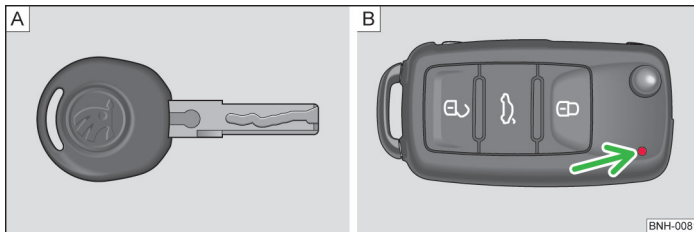
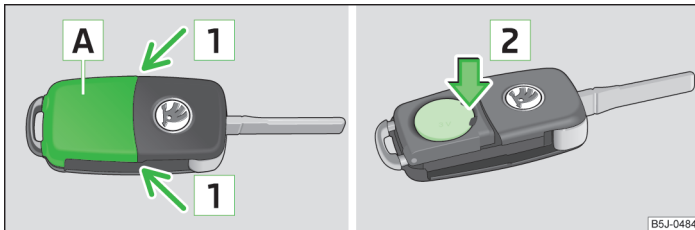

Abb. 8 Schlüssel: ohne Fernbedienung / mit Fernbedienung
Abb. 9 Funkschlüssel: Deckel abnehmen / Batterie herausnehmen
Mit dem Fahrzeug werden zwei Schlüssel ausgeliefert. Je nach Ausstattung kann Ihr Fahrzeug mit Schlüsseln ohne Funkfernbedienung » Abb. 8 - A) oder mit Funkfernbedienung » Abb. 8 - B) ausgestattet sein.
Jeder Funkschlüssel enthält eine Batterie, die unter dem Deckel **A** untergebracht ist » Abb. 9. Wenn die Batterie entladen ist, blinkt nach dem Drücken einer Taste auf dem Funkschlüssel die rote Kontrollleuchte » Abb. 8 auf Seite 29 - **B** nicht. Wir empfehlen Ihnen, die Schlüsselbatterie von einem Fachbetrieb wechseln zu lassen. Falls Sie jedoch die entladene Batterie selbst wechseln möchten, gehen Sie wie folgt vor.
- Die Batterieabdeckung mit dem Daumen oder mit einem flachen Schraubendreher im Bereich der Pfeile **1** abdrücken » Abb. 9.